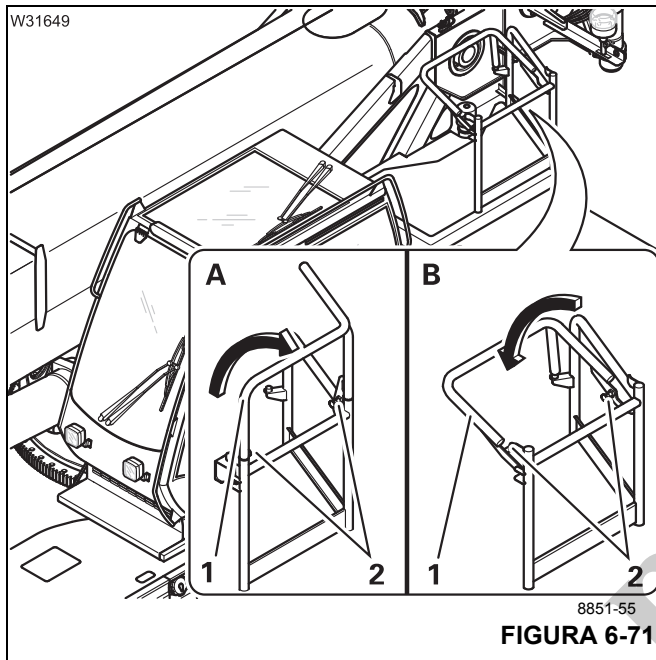

FIGURA 6-71
- Pliegue las barandillas (1, Figura 6-71) hacia arriba hasta que los pasadores (2) queden trabados con pestillo.